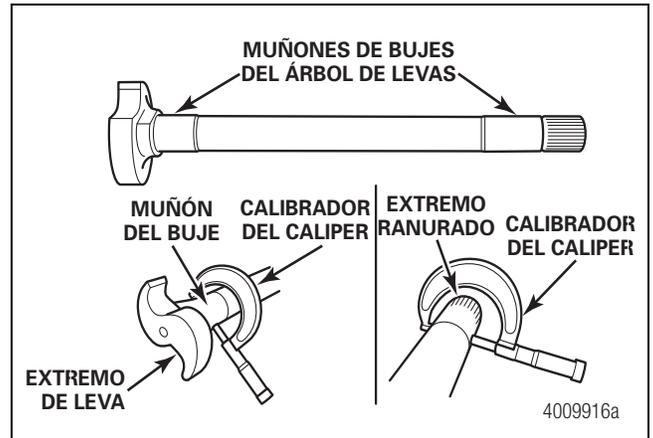

Figura 4.7
3. Usar un calibrador de ajuste mecánico de 1 a 2 pulgadas para medir los muñones de bujes en cada árbol de levas. Tomar mediciones en varios puntos de los muñones de bujes, puesto que el árbol de levas y el buje se pueden desgastar de manera dispereja. El diámetro del muñón del árbol de levas no debe ser menor de 1.490 pulgadas (37.846 mm). Figura 4.7. 🔧